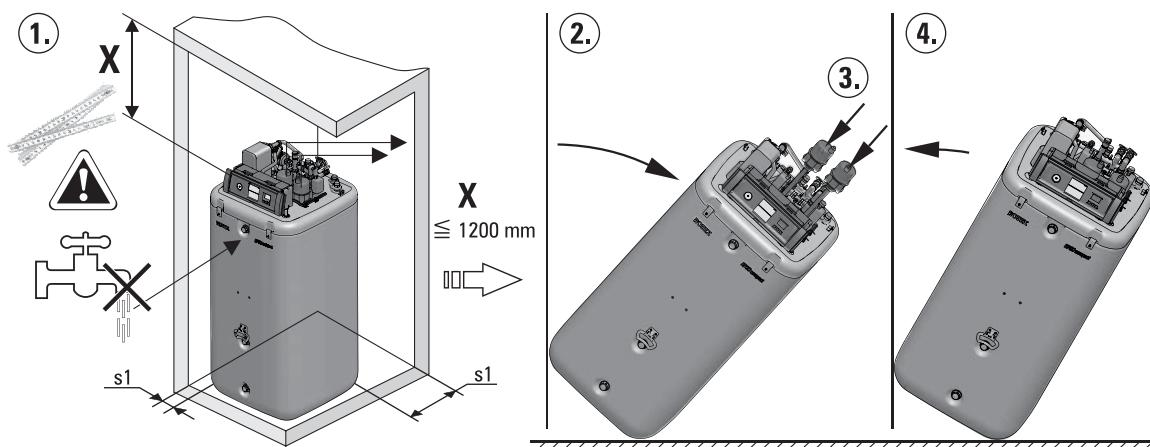

Bild 2-4 Aufstellung HPSU compact
- Empfohlene Abstände (Bild 2-4):
- Zur Decke (X): ≥ 1200 mm.